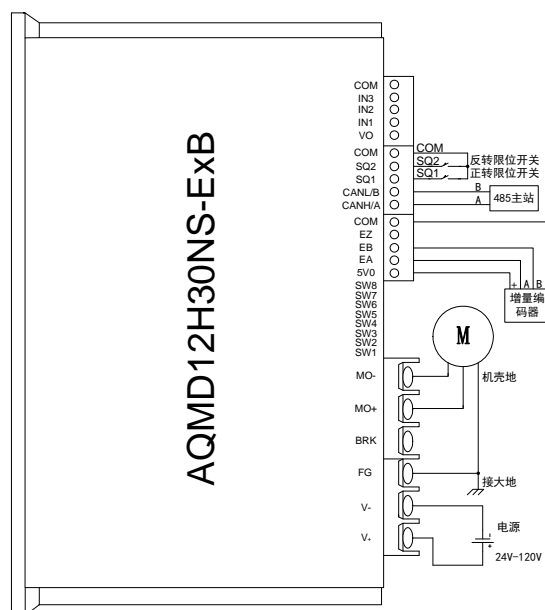

图 4.138 行程学习的接线方法
- 1) 断掉驱动器电源，确保电源、上位机、电机及电机编码器与驱动器已正确连接，如图 4.138 所示；
- 2) 若装置带有限位开关，将一限位开关接在驱动器 SQ1 与 COM 间(如果为接近开关，接法参见 图 4.138)安装在电机正转方向，将另一限位开关接在驱动器 SQ2 与 COM 间安装在电机反转方向；